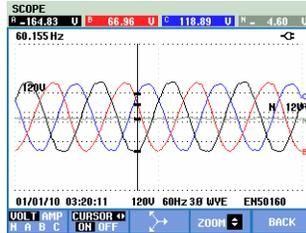

Figura 22-3. Pantalla de formas de onda con el cursor y el zoom activados
- Las teclas de flecha arriba/abajo aplican el zoom en dirección vertical (figura 22.3).